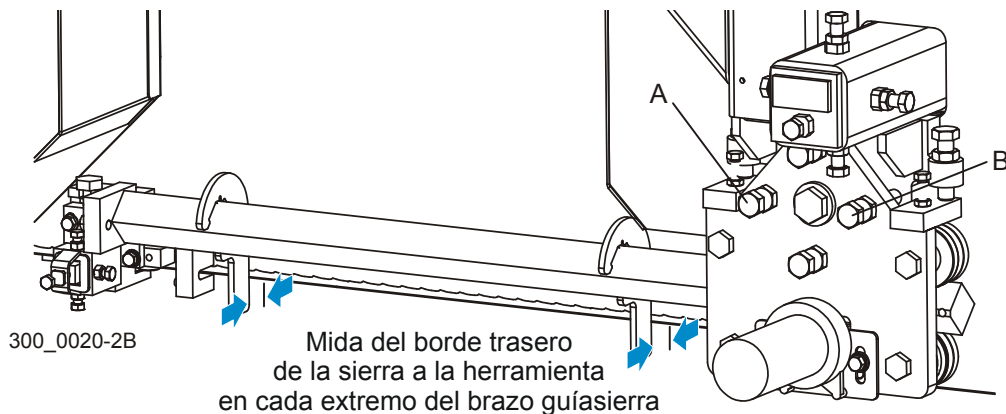

FIGURA 7-13
Vea la Figura 7-13. Fije la herramienta de alineación al brazo guíasierra, cerca del compartimiento de sierra externo. Mida la distancia del borde trasero de la hoja de sierra a la herramienta. Mueva la herramienta hacia el extremo del brazo cerca del guíasierra. Mida nuevamente del borde trasero de la sierra a la herramienta. Las dos medidas en cada extremo del brazo deben ser iguales dentro de $1/32''$. Para ajustar la inclinación horizontal del brazo paralelo a la hoja de sierra, ajuste los pernos (A y B) en la placa de montaje del brazo guíasierra. Afloje las contratuercas. Ajuste el perno (A) hacia afuera y el perno (B) hacia adentro para mover el brazo alejándolo de la hoja de sierra. Ajuste el perno (B) hacia afuera y el perno (A) hacia adentro para mover el brazo hacia la hoja de sierra. Vuelva a revisar la distancia del borde trasero de la hoja de sierra a la herramienta en ambos extremos del brazo. Vuelva a ajustar si es necesario. Apriete las contratuercas.